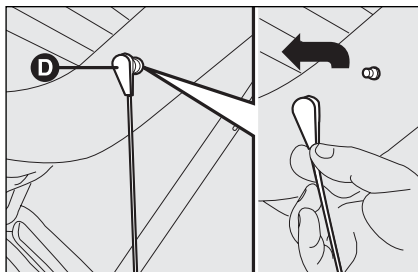

fig. 101
- ☐ enlever la plage arrière (tablette arrière) en délivrant les extrémités supérieures **D**-fig. 101 des deux tirants, en dégageant les œillets des pions et en les poussant dans la direction de la flèche;